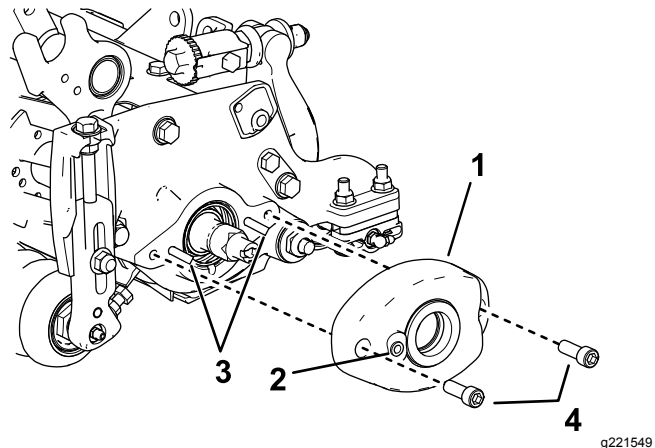
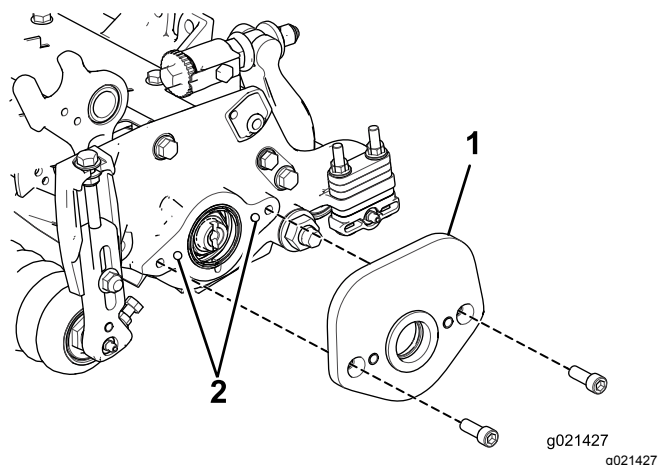

Figura 10
Figura 11
16. Monte a estrutura da escova do rolo na estrutura dos rolamentos do cilindro com 2 parafusos sextavados interiores (3/8 pol. x 1 pol.) (Figura 10 e Figura 11). Posicione a caixa da escova do rolo de forma a que os anéis de retenção fiquem virados para a unidade de corte.